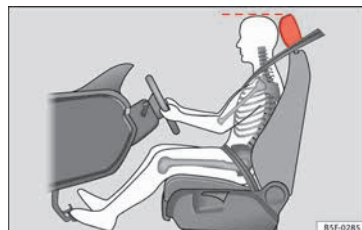

Fig. 84 Posición correcta del apoyacabezas del conductor.
- Ajuste el apoyacabezas de modo que el borde superior del mismo quede a la altura de la parte superior de su cabeza » **fig. 84.**